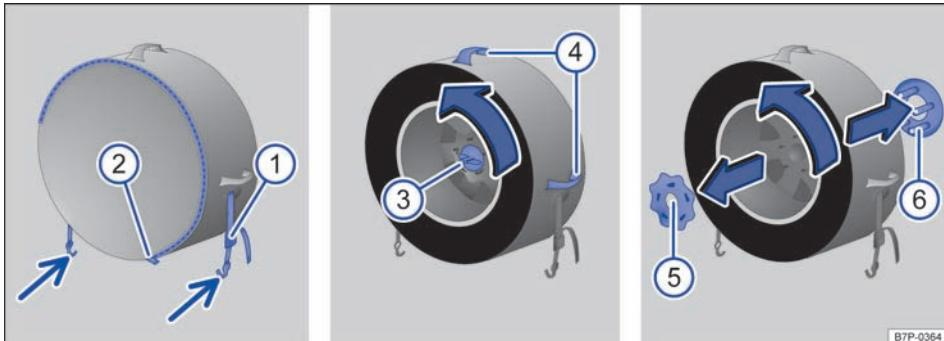

图 244 行李箱内：拆卸并取出全尺寸备用车轮
- 松开备用车轮饰套的固定带 → 图 244 ①，从固定环中取出两个所属的钩子（箭头）。
- 将备用车轮饰套的拉链 ② 尽量打开。
- 用车轮扳手沿逆时针松开备用车轮中心处的中央螺栓 ③，然后完全拧出。
- 完全关闭备用车轮饰套的拉链 ②。
- 通过固定拉手 ④ 将备用车轮从行李箱中取出，然后放在远离车流的地方。
- 握住固定板 ⑥，紧接着沿逆时针转动固定盘 ⑤ 至限位位置，最后与固定板 ⑥ 一起取下。
- 将固定板 ⑥ 插入拆下的车轮。
- 插上固定盘 ⑤，然后沿顺时针转动至可靠固定住固定板 ⑥。
- 关上备用车轮饰套的拉链 ②，随后通过固定拉手 ④ 将其装入行李箱内。
- 调整备用车轮饰套，使固定带 ① 的两个钩子（箭头）能够以相同方式挂入固定环内。
- 将中央螺栓 ③ 完全拧入拆下的车轮中心，然后用车轮扳手拧紧。
- 将固定带 ① 的两个钩子 → 图 244（箭头）挂入固定环内，紧接着拉紧固定带。